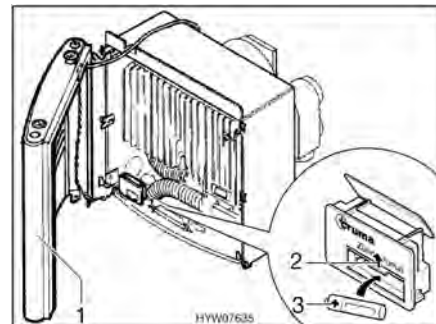

Fig. 118 Riscaldamento acceso
- Posare da un lato la copertura (Fig. 118,1) di modo da non dover estrarre il cavo di allacciamento per la ventola dell'aria calda e per la lampadina di controllo accensione.
- Spingere la copertura del vano batteria sul dispositivo di accensione (Fig. 118,2) verso l'alto.
- Inserire una nuova batteria (Fig. 118,3) dello stesso tipo nel vano batteria del dispositivo di accensione rispettando la polarità (+/-). Utilizzare soltanto batterie Mignon resistenti alle alte temperature (+70 °C) e sicure da perdite.